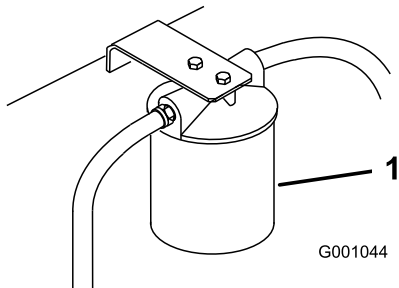

Bild 69
3. Stellen Sie eine Auffangwanne unter den Filter, nehmen den alten Filter heraus und wischen die Dichtungsfläche des Filterstutzens ab (Bild 69).